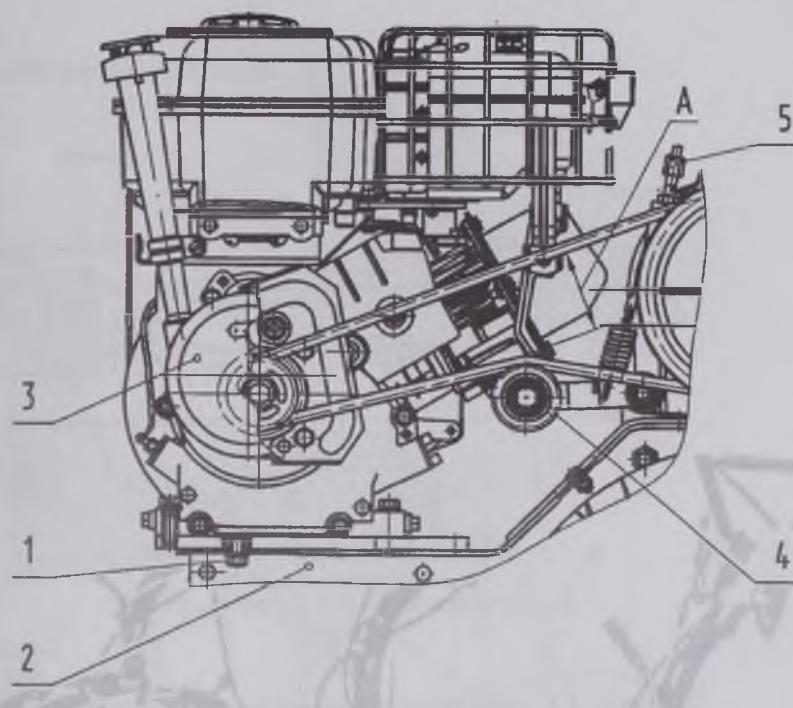

Рис. 3 Регулирование клиноременной передачи
Правильное регулирование клиноременной передачи обеспечит надежную работу сцепления и долговечность клиновых ремней. Регулирование передачи в больших пределах производится перемещением двигателя 3 рис. 3 вдоль балок мотоблока:
- ослабьте болты 1 рис. 3 крепления двигателя к балке мотоблока на 2-3 оборота;
- проверьте размер А рис. 3, который должен быть в пределах 45...50 мм для ручьев меньшей скорости и 55...60 мм для ручьев большей скорости шкива на валу двигателя. При необходимости выполните регулирование натяжения троса сцепления. Натяжение троса сцепления производите заворачиванием или отворачиванием регулировочного винта сцепления 5 рис. 3;